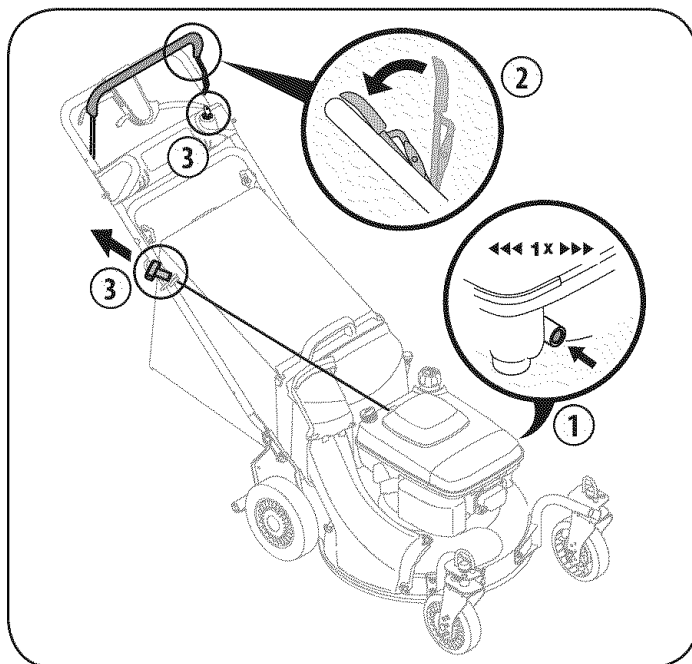

Figura 10
3. Presione el botón del cebador una vez. En días calurosos, si el motor está caliente no lo debe para volver a arrancar luego de una detención breve. Vea la Figura 10.
4. Parado detrás de la cortadora de césped, presione el control de la cuchilla y sosténgalo contra la barra de control superior. Vea la Figura 10.